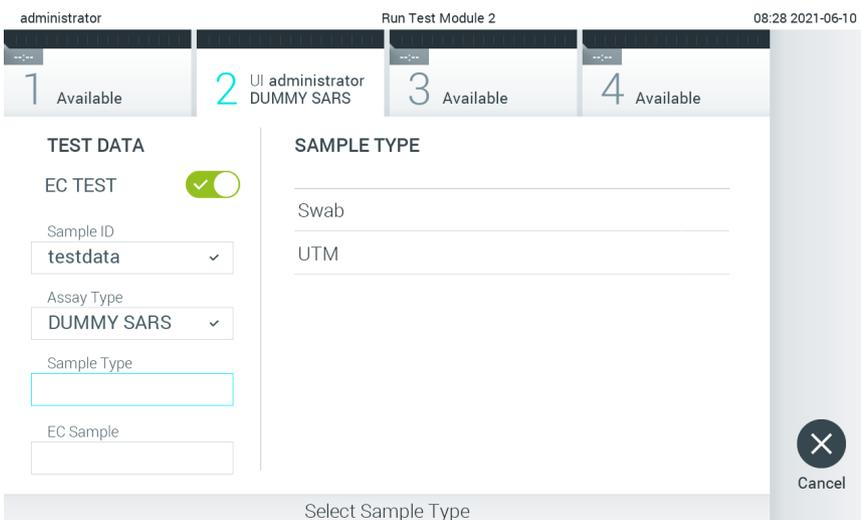

Abbildung 91. Auswählen eines Probenotyps.
- Wählen Sie gegebenenfalls den entsprechenden Probenotyp aus der Liste aus (Abbildung 91).